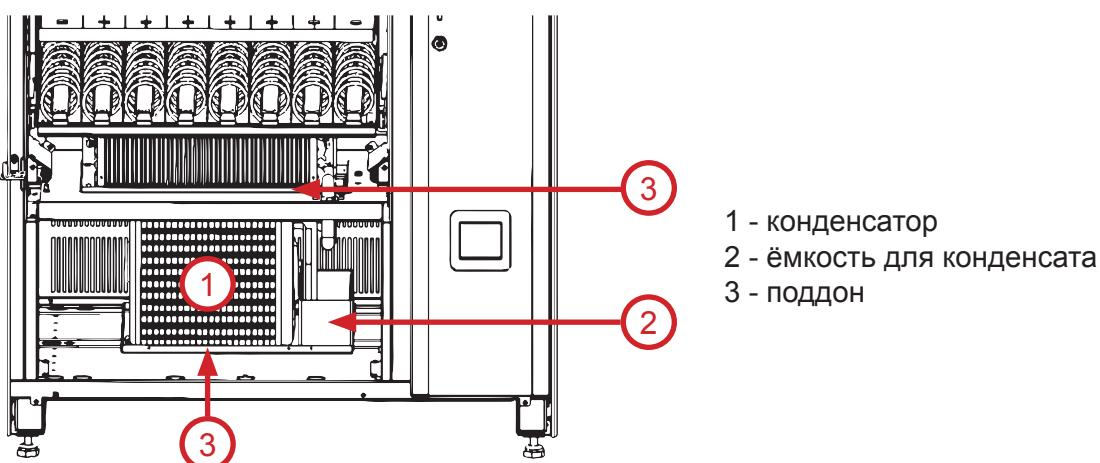

Рисунок 30 - Автомат без лотка выдачи
- Конденсатор (см.рис.30, поз.1) и вентиляционные решётки очистите с помощью пылесоса, узкой щётки и хлопковой тряпки.
- Проверьте ёмкость для конденсата (см.рис.30, поз.2). Если она заполнена водой, откачайте воду любыми подручными приспособлениями (губкой, тряпкой, шприцом, моющим пылесосом и т.п.);
- В поддонах (см.рис.30, поз.3) и на оболочках электрических кабелей не должно быть воды. Если она есть, следует сухой тряпкой убрать воду и дать окончательно просохнуть.